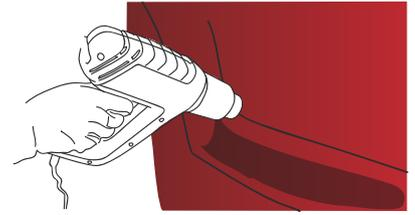

Abbildung 12
- › Sobald die Arbeit beendet ist, sind alle Stellen, die stark verformt wurden, wieder auf 80 °C bis 90 °C zu erhitzen, um das definitive Thermoformen des Produkts durchzuführen (Abb. 12).88